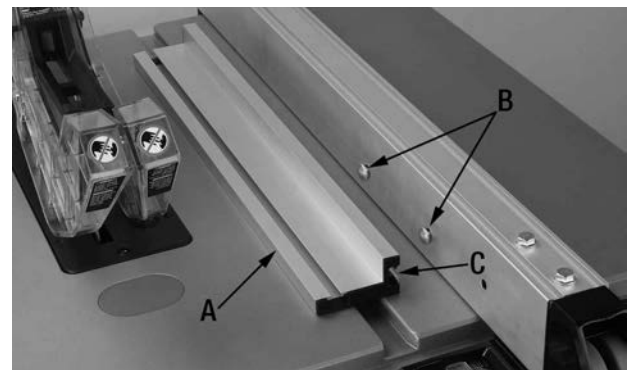

FIGURE 16
Lors de la refente d'une pièce mince ou étroite, il est recommandé d'installer le guide horizontal (A) Fig.16 du guide de refendre.
1. Insérez deux boulons de carrosserie (B) Fig.16 dans les deux trous inférieurs du corps du guide à refendre. De l'autre côté du guide à refendre, fixez les boulons de carrosserie sans trop serrer en utilisant des rondelles et des écrous papillon.
2. Glissez la rainure en T (C) du guide (A) sur les boulons de carrosserie, positionnez le guide à l'emplacement souhaité. Fixez le guide en serrant les écrous papillon de l'autre côté du guide à refendre.